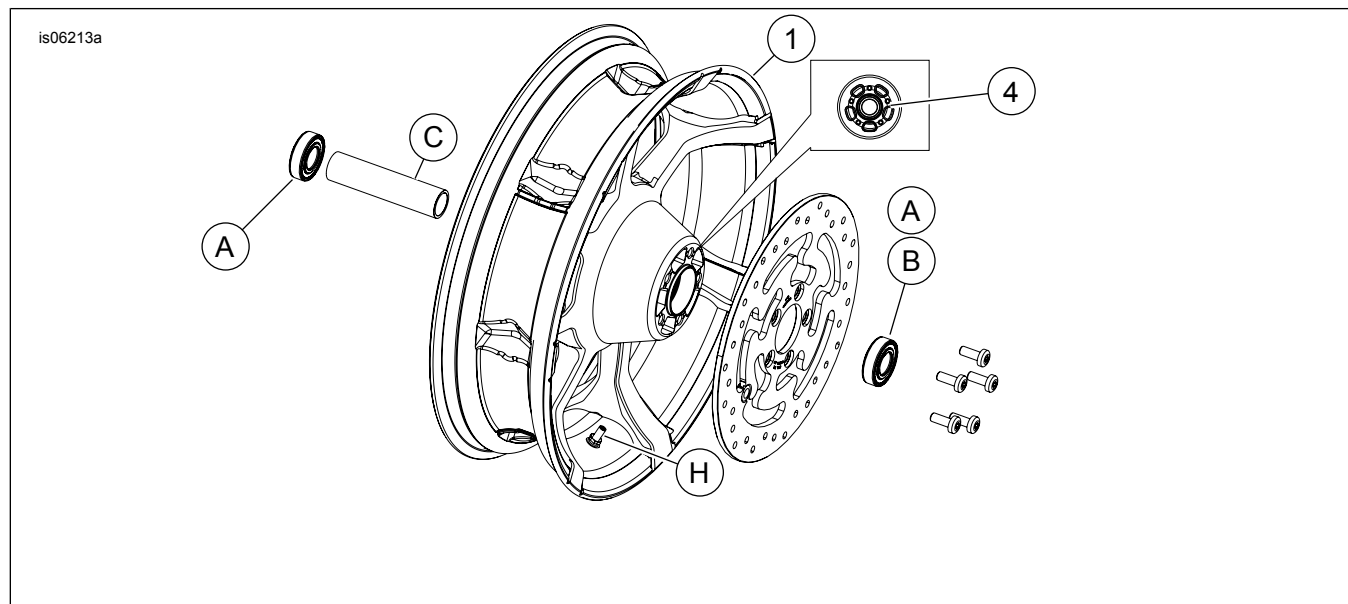

Figure 1. Pièces de rechange : Roue Agitator arrière (18 pouces représentée)
Voir Figure 1 et les tableaux des pièces de rechange.
2. Voir Figure 1 . Poser l'ensemble de tige de soupape (H) sur la roue. Consulter le manuel d'entretien.